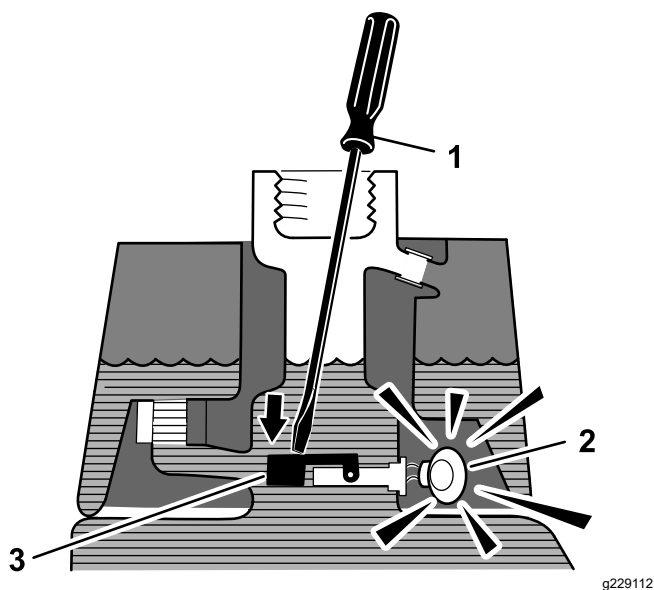

Figure 57
- Introduisez une tige ou un tournevis propre dans le goulot du réservoir et enfoncez doucement le contacteur à flotteur (Figure 57) ; l'alarme devrait se déclencher au bout d'une seconde.